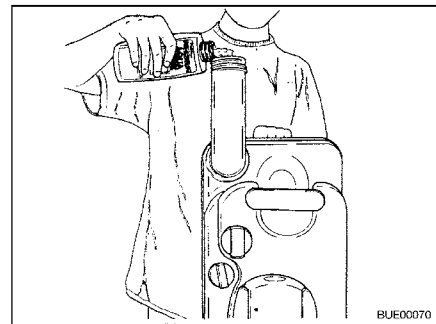

Bild 155 Sanitärflüssigkeit einfüllen
- Angegebene Menge Sanitärflüssigkeit in den Fäkalientank füllen (Bild 155).